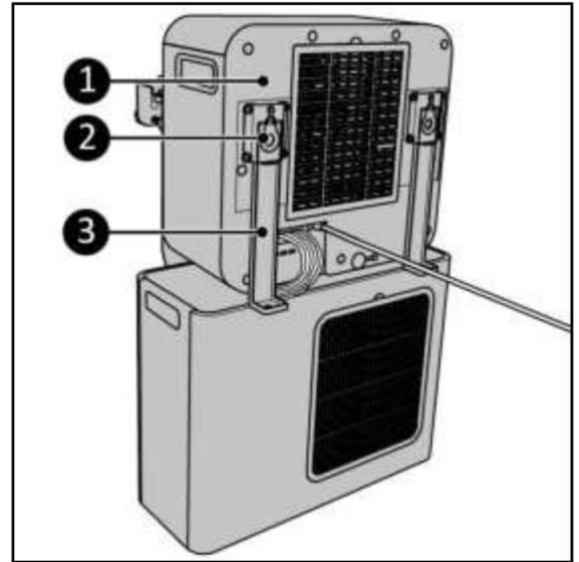

Figura 30
6. Ataşați suporturile superioare ale rulotei (Figura 30, elementul 3) la unitatea interioară (Figura 30, elementul 1) folosind cârligele de cauciuc (Figura 30, elementul 2).